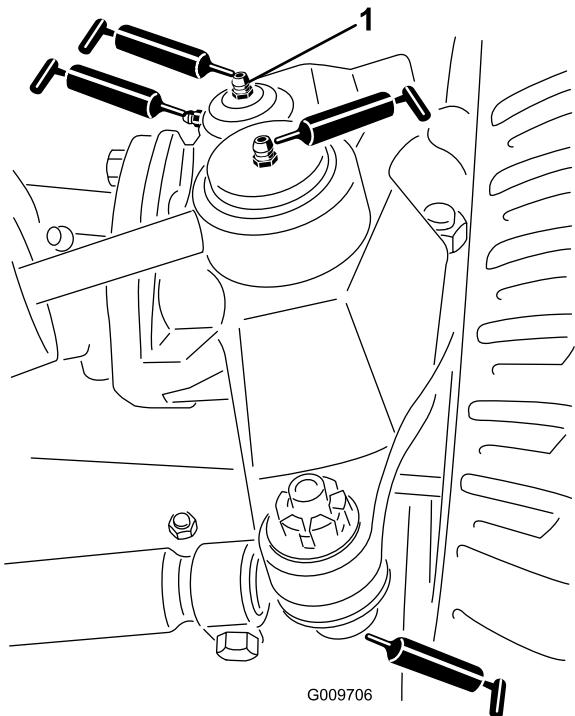

Figura 66
- Rótulas do cilindro de direção (2) (Figura 66)
- Rótulas esféricas da barra de ligação (2) (Figura 66)
- Buchas do pino principal (2) (Figura 66). **O bocal superior do pino principal apenas deverá ser lubrificado uma vez por ano (2 bombas).**